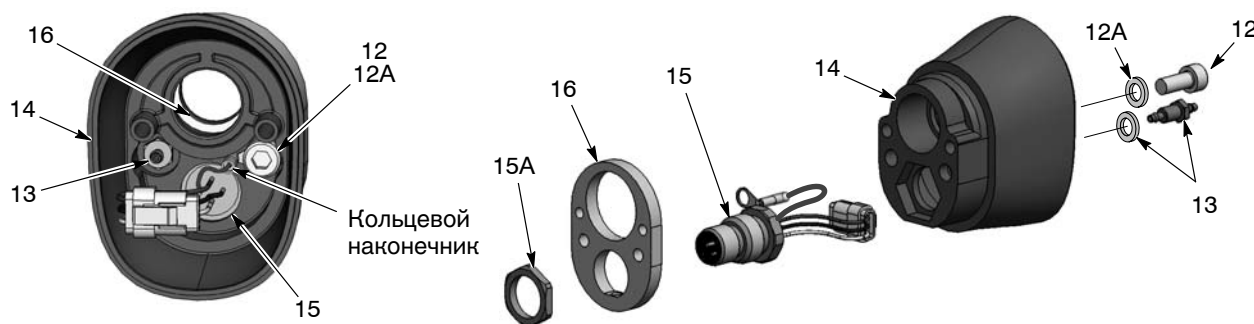

Рис. 7-12 Распылитель для монтажа на трубке, разборка, 5 из 5
18. См. рис. 7-12. Для разборки узла заднего корпуса вывернуть винт (12) и снять завершенный ниппель (13) внутри заднего корпуса распылителя (14). Требуется 3-мм ключ-шестигранник и глубокая головка на $1/4$ дюйма.
19. Отвернуть гайку (15А) от гнезда, снять пластину заземления (16) с заднего корпуса распылителя и пропустить жгут проводов гнезда сквозь корпус.